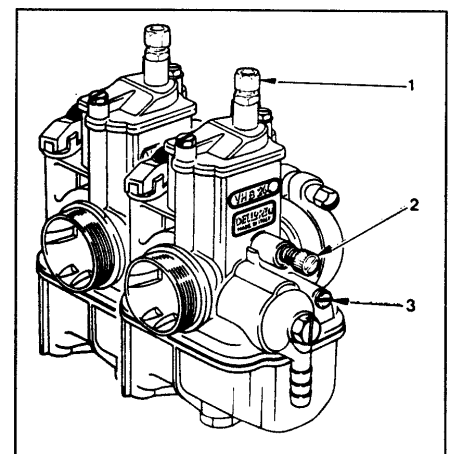
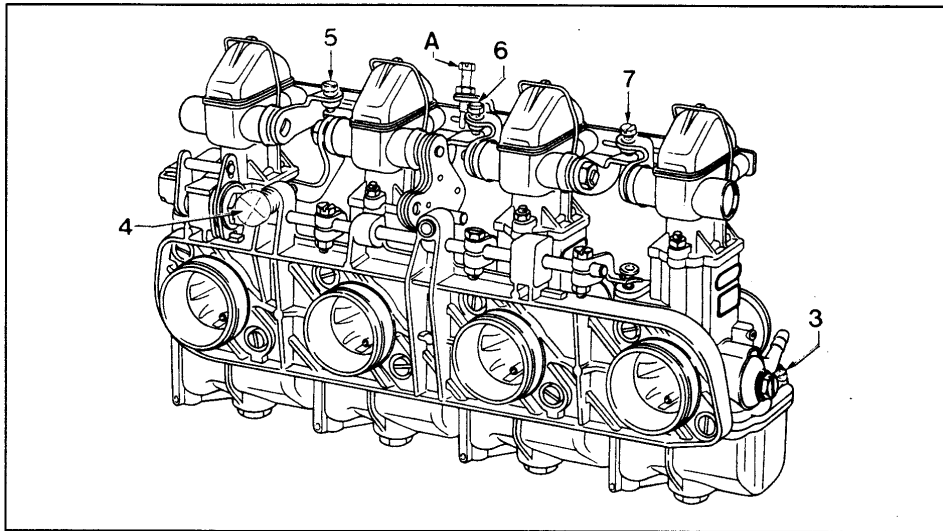

Bild 31
Bild 32
- Durch **einzelne Vergaser**, mit einem Gaszug für jeden Vergaser (Bild 31)
- Durch **zusammengefügte Vergaser**, die durch einen Flansch fest miteinander verbunden sind, und durch einen Gaszug bedient werden (Bild 32)
Sowohl bei einzelnen Vergasern (Bild 31), als auch bei Vergaserbatterien, muss jeder Gaszug im Leerlauf etwa 1 mm freies Spiel haben.
- Den Motor starten. Ist die Betriebstemperatur erreicht, den Leerlauf auf etwa 1000U/min mit der Leerlaufeinstellschraube (2) in Bild 31, oder mit der Schraube (4) in Bild 32 einstellen.
- Bei einzelnen Vergasern (Bild 31) erfolgt die Synchronisation durch die Leerlaufeinstellschraube (2) an jedem Vergaser.
- An Vergaserbatterien (32) erfolgt die Synchronisation der Vergaser durch die entsprechende Einstellschraube für jeden Vergaser (5), (6), (7). Dabei bildet der direkt angesteuerte Vergaser das Mass für die übrigen.
- Durch die Gemischeinstellschraube (3) wird an jedem Vergaser die höchstmögliche Motordrehzahl eingestellt.
- Nach einer erneuten Prüfung der Ausschläge auf den Anzeigeeinstrumenten wird die korrekte Leerlaufdrehzahl durch die Leerlaufeinstellschraube (2) in Bild 31, oder durch Schraube (4) in Bild 32 eingestellt.
- Bei voneinander unabhängigen Vergasern (3 1) soll der Ausschlag des Anzeigergerätes bei einer leichten Gasschieberöffnung gleichmässig sein. Ist dies nicht der Fall, ist eine entsprechende Einstellung an den einzelnen Seilzugeinstellschrauben (1) vorzunehmen.